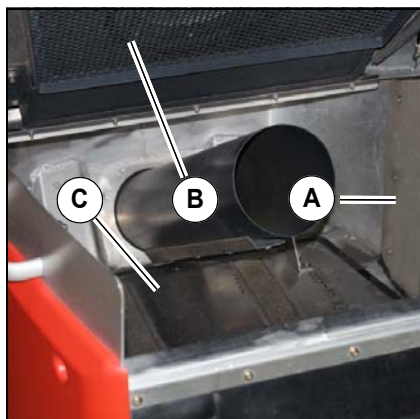

Fig. 108:
2. Lever la cuve à déchets à mi-chemin et ouvrir le système de verrouillage **Fig. 108-D** du volet du fond de cuve. Lever ensuite la cuve à déchets jusqu'à la position limite.
3. Nettoyer l'intérieur de la cuve à déchets avec un tuyau à eau ou un nettoyeur haute pression. Prêter une attention particulière aux tamis filtrants latéraux **Fig. 108-A** et au tamis filtrant **Fig. 108-B** dans le couvercle. Si besoin, utiliser l'outil auxiliaire pour nettoyer ou démonter le tamis filtrant encrassé.
4. Lorsque la cuve à déchets est levée, le volet du bac de décantation **Fig. 108-C** s'ouvre. Rincer soigneusement le système d'eau de circulation avec de l'eau.